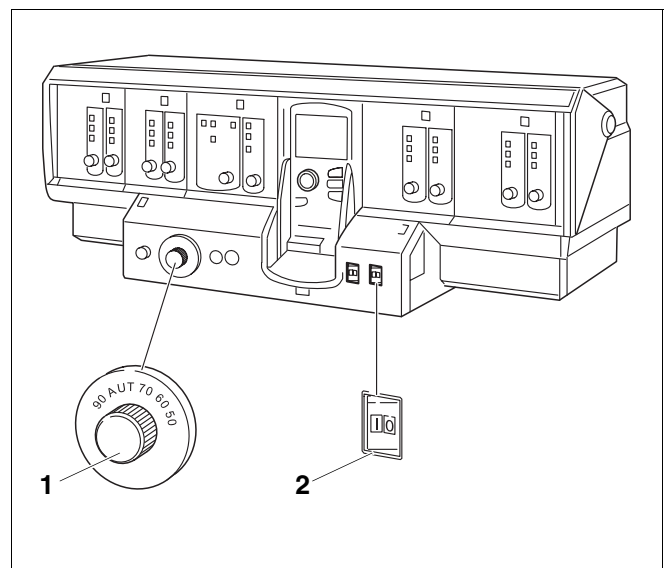

Fig. 2 Regulación (aquí p. ej.: Logamatic 4312)
Ponga en marcha la caldera a través de la regulación (en el ejemplo, fig. 2: Logamatic 4312). Al poner en marcha la regulación, el quemador se pondrá automáticamente en funcionamiento. A continuación, el quemador podrá ponerse en marcha desde la regulación. Encontrará más información al respecto en las instrucciones de uso de la regulación correspondiente o del quemador.
- Coloque el regulador de temperatura del agua de la caldera (fig. 2, **pos. 1**) en "Automático".
- Posicione el interruptor de funcionamiento (fig. 2, **pos. 2**) en "I" (ON).
Ponga fuera de servicio la caldera a través de la regulación (en el ejemplo regulación 4212, fig. 2, página 9). Al poner fuera de servicio la regulación, el quemador se desconecta automáticamente.
- Coloque el interruptor de funcionamiento (fig. 2, pos. 2) en la posición "0" (OFF).